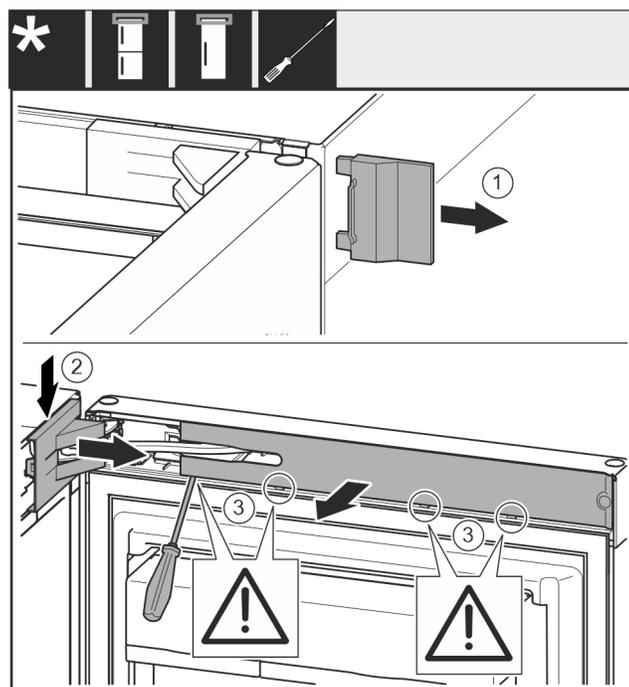

Fig. 10
- Abdeckung Fig. 10 (1) abnehmen.
- Lagerbockabdeckung Fig. 10 (2) ausrasten und lösen.
- Lagerbockabdeckung Fig. 10 (2) abnehmen.
- ▶ Blende Fig. 10 (3) mit Schlitzschraubendreher ausrasten und zur Seite schwenken.